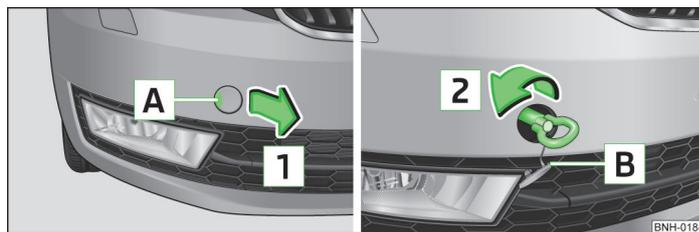

Fig. 157 Parachoques delantero: desmontaje de la caperuza protectora / montaje de la argolla de remolque
- Presionar sobre la caperuza protectora en la zona **A** » fig. 157.
- Enroscar la argolla de remolque a mano en el sentido de la flecha **2** » fig. 157 hasta el tope » **!**.